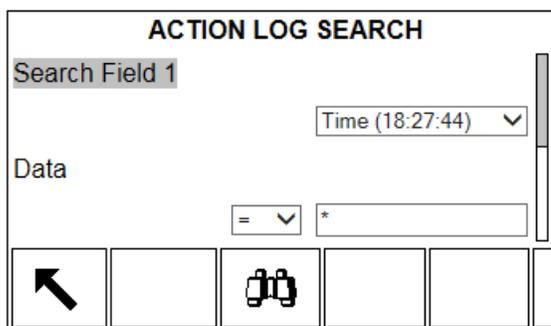

Figure A-1: Écran Recherche journal d'actions
3. Appuyez sur la touch programmable AFFICHER TABLEAU affichée en bas de l'écran. L'écran Rechercher s'affiche (Figure A-1).